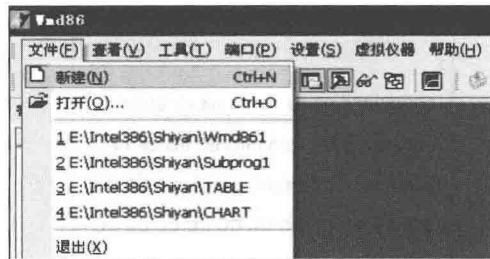

图 1.1.2 新建文档操作
3) 语言选好后,单击“新建”或按 Ctrl+N 组合键来新建一个文档,如图 1.1.2 所示。默认文件名为 Wmd861。